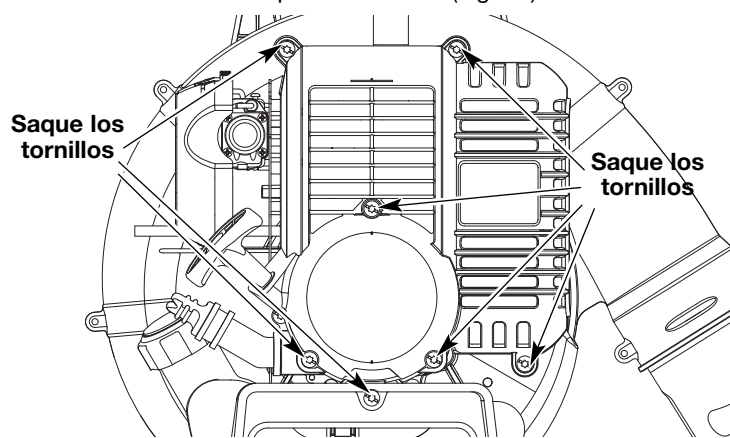

Fig. 31
1. Quite los siete (7) tornillos de encima de la tapa del motor con un destornillador de pala o Torx #25 (Fig. 31).
4. Saque la cubierta del motor (Fig. 31).
1. Apague el motor y espere que se enfríe. Quite los seis (6) tornillos de encima de la tapa del motor con un destornillador de pala o Torx #25 (Fig. 31).
3. Deje enfriar el motor. Quite los siete (7) tornillos de encima de la tapa del motor con un destornillador de pala o Torx #25 (Fig. 31). Saque la bujía de encendido y coloque 5 gotas de aceite de motor de buena calidad en el cilindro. Tire de la cuerda de arranque lentamente para distribuir el aceite. Vuelva a instalar la bujía de encendido.